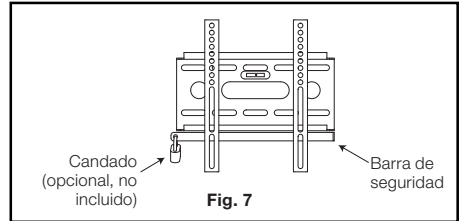

Fig. 7
- Insert the safety bar at the bottom of the mount to prevent the display from being lifted from the wall plate. A padlock can be inserted into the end of the bar to help prevent theft of your display (see Fig.7).
2. Inserte la barra de seguridad en la parte inferior del montaje para evitar que la pantalla se despegue de la placa de pared. Puede insertarse un candado en el extremo de la barra para ayudar a evitar el robo de la pantalla (vea la Fig. 7).
- Insérer la barre de sécurité au bas du support pour empêcher le soulèvement de l'écran de la plaque murale. Il est possible d'insérer un cadenas au bout de la barre afin de protéger l'écran contre le vol (voir fig. 7).